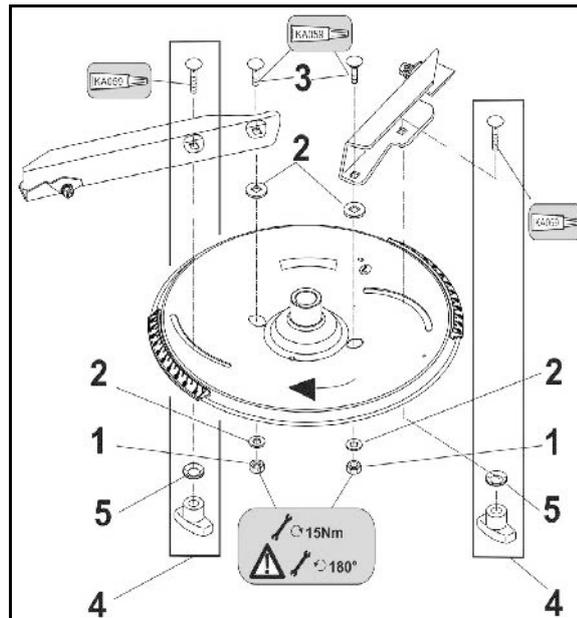

図 90
2. ばね (図 90/1) はナット (図 90/2) を緩めることで負荷を減らします。